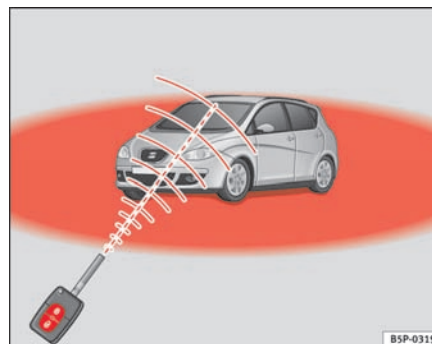

Fig. 65 Område, hvor fjernbetjeningen virker
- Fjernbetjeningen virker kun, når du er i dens virkeområde ⇒ side 100, fig. 65 (rødt område).